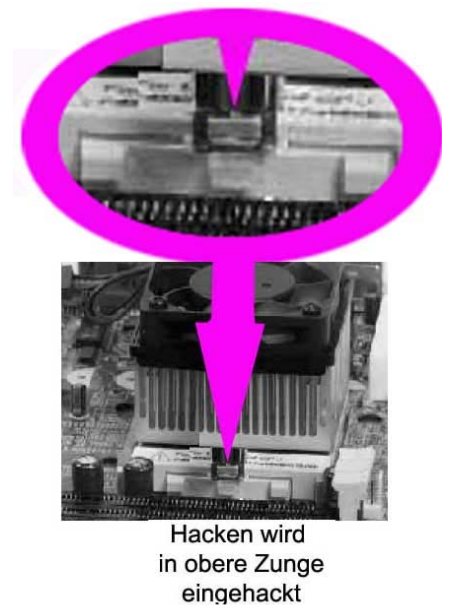

Abbildung 73: Vergrößerte Darstellung des Hacken am Kühler und der Zunge am Sockel [62]
9. Mit etwas Fingerschicklichkeit wird der Hacken in die obere Zunge eingehackt. In Abbildung 73 sehen wir in der vergrößerten Ansicht den Hacken und deren Zunge, wobei hier noch nicht endgültig eingehackt ist. Der Hacken wird über die Zunge gehoben und rastet ein.